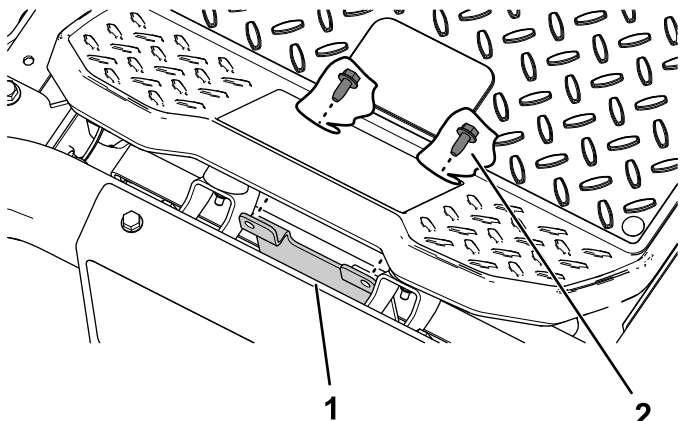

Figura 2
2. Si la máquina está equipada con una **plataforma MyRide™**, instale el soporte de las luces delanteras usando los 2 tornillos autorroscantes (5/16" x 3/4") que acaba de retirar, como se muestra en Figura 2.